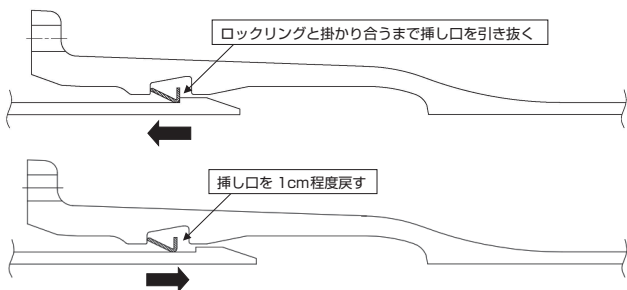

図39 解体時の挿し口位置
- (1) 継手部をまっすぐな状態にする（継手部が屈曲していると解体工具が挿入できない箇所が出てくる場合がある）。
- (2) T頭ボルト・ナットを取り外し、押輪を白線B付近まで動かす。
- (3) ゴム輪をマイナスドライバなどで受口から取り出し、白線B付近まで動かす。この時、動かしにくい場合は滑剤を挿し口表面に塗布する。
- (4) 管頂切り欠き部の間にロックリングの上部突起2個が見えているか確認する。ずれている場合は、挿し口を持ち上げながら回転させるか、マイナスドライバ等を使用し、正規の位置に戻す。
- (5) 挿し口突部とロックリングが掛かり合うまで引き抜いた後、1 cm程度戻し、図39のような状態とする。